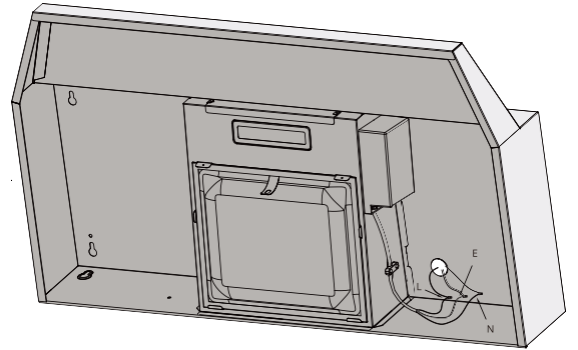

Figure 7
- En fonction de l'utilisation du trou de câblage A ou B, connecter le câble au câblage de la hotte aspirante (voir figure 7).